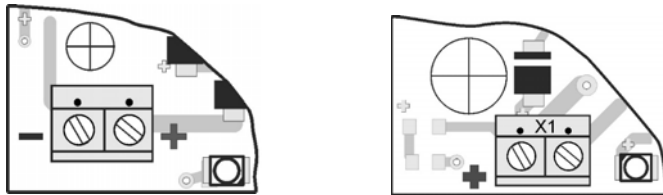

Рисунок 2
- подсоединить кабель к клеммной колодке в соответствии с маркировкой, указанной на плате (рисунок 2 приложения)